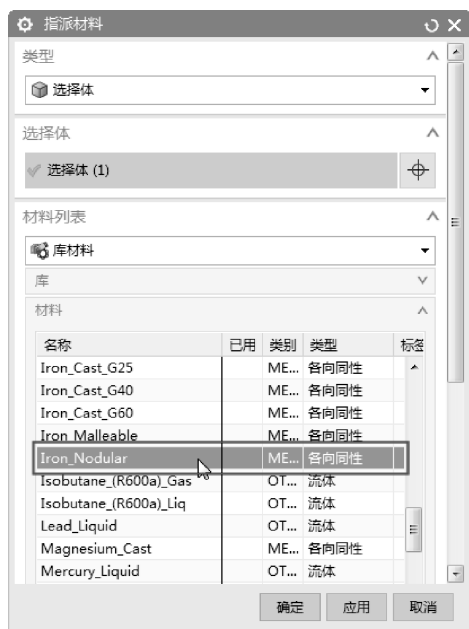

图 9-60 选择材料
- 02 选择曲柄连杆模型为材料指派对象，然后在【材料】列表框中选择【Iron\_ Nodular】（球墨铸铁）材料，如图 9-60 所示。在材料列表底部单击【显示选定材料的材料属性】按钮，可以查看该材料的材料信息，如图 9-61 所示。